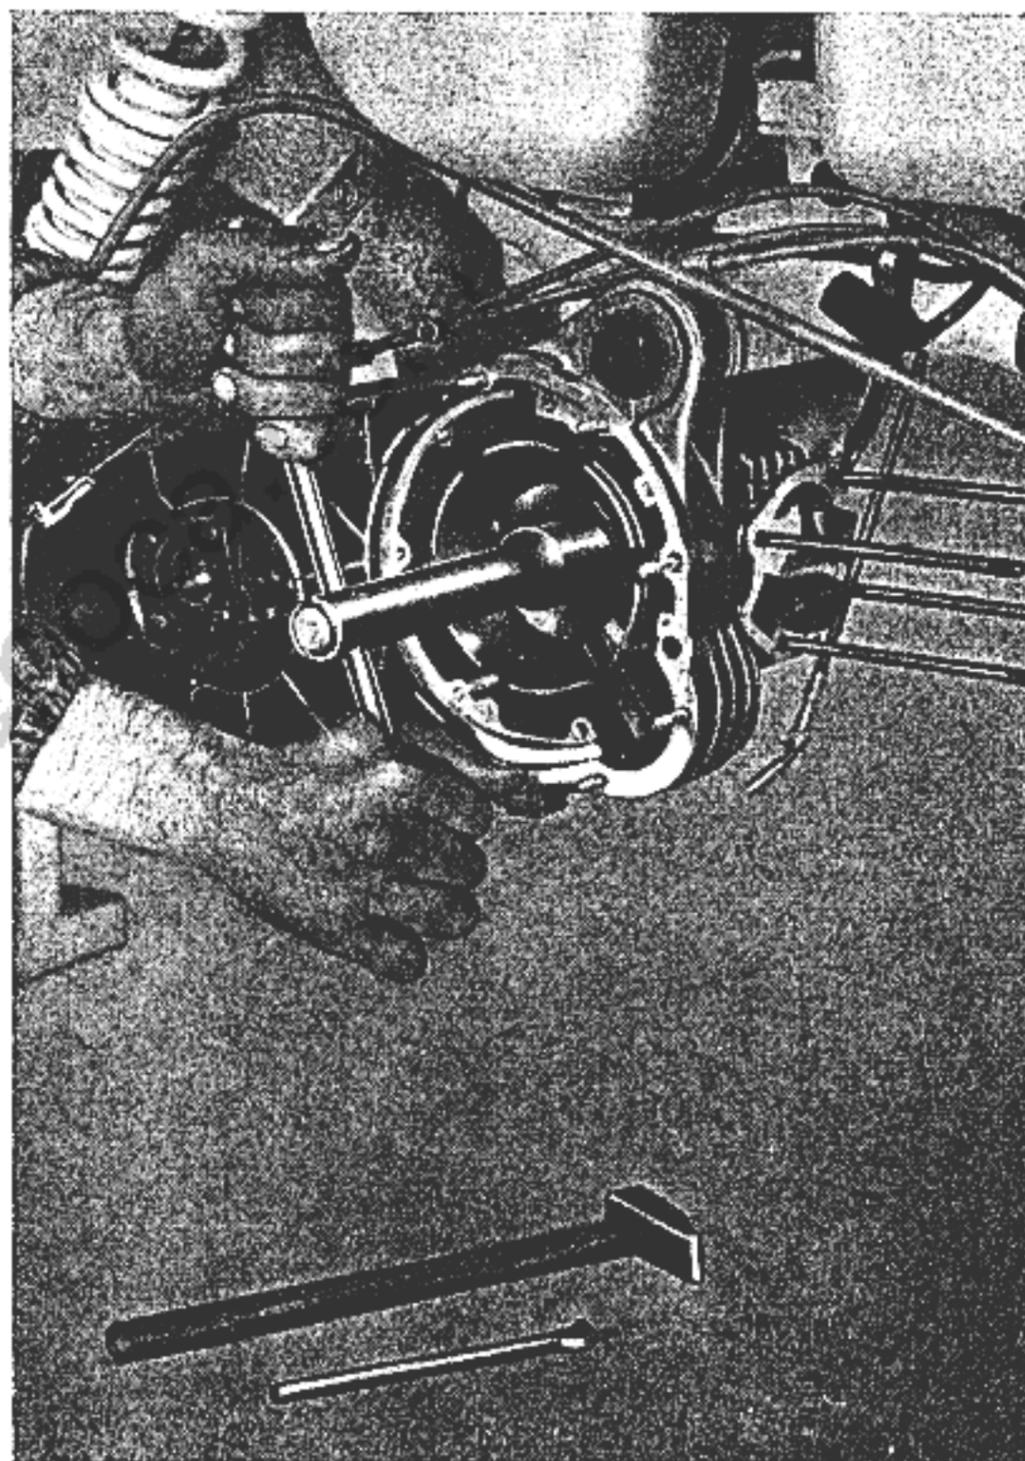

Fig. 20
- » 37 - Smontare il dado di bloccaggio della campana della frizione: raddrizzare la rosetta di sicurezza, bloccare la campana con l'attrezzo n. 57841 e svitare il dado a filettatura sinistra (chiave a tubo da 27). Vedi fig. 20.